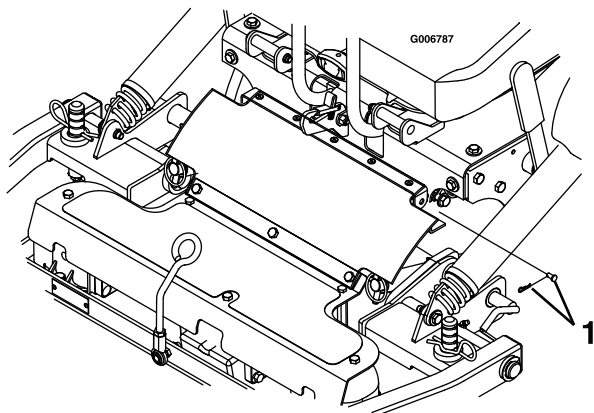

Figure 11
3. Retirez les goupilles fendues et les axes de chape des deux côtés de la protection de PDF (Figure 11).